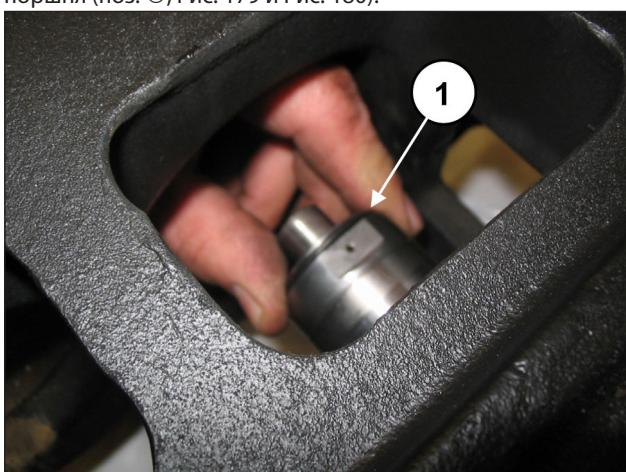

Рис. 179
Установите брызгозащитное кольцо вместе с уплотнительным кольцом в гнездо на направляющей поршня (поз. ①, Рис. 179 и Рис. 180).